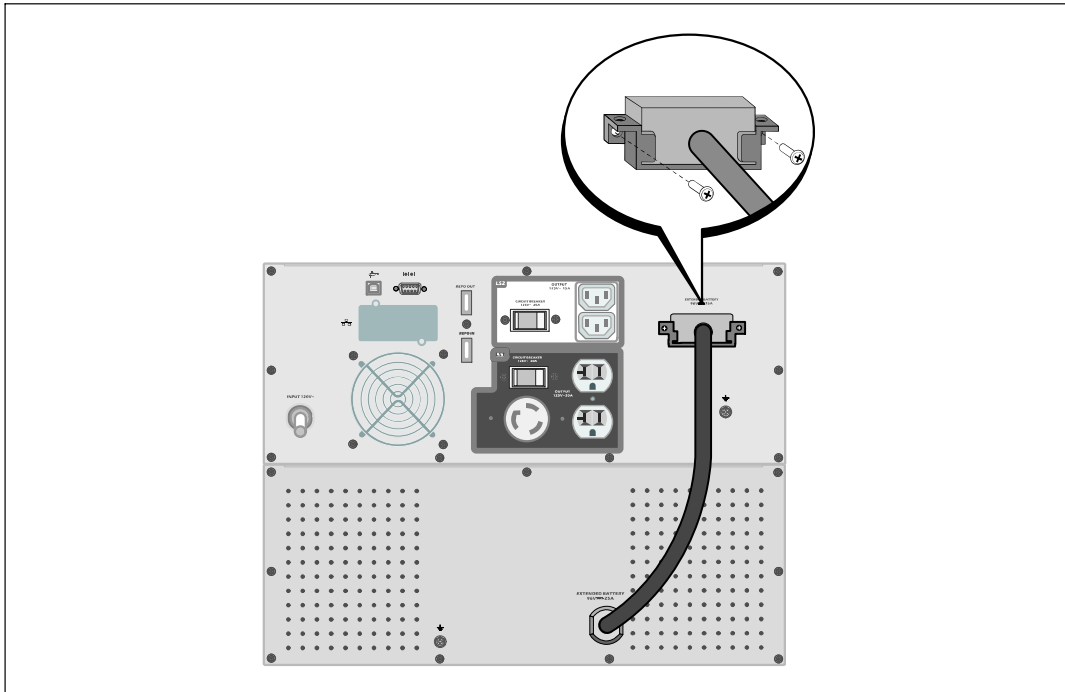

Figura 17. Instalación del EBM
- 3 Conecte el cable EBM en el conector de la batería del UPS (consulte la Figura 17).